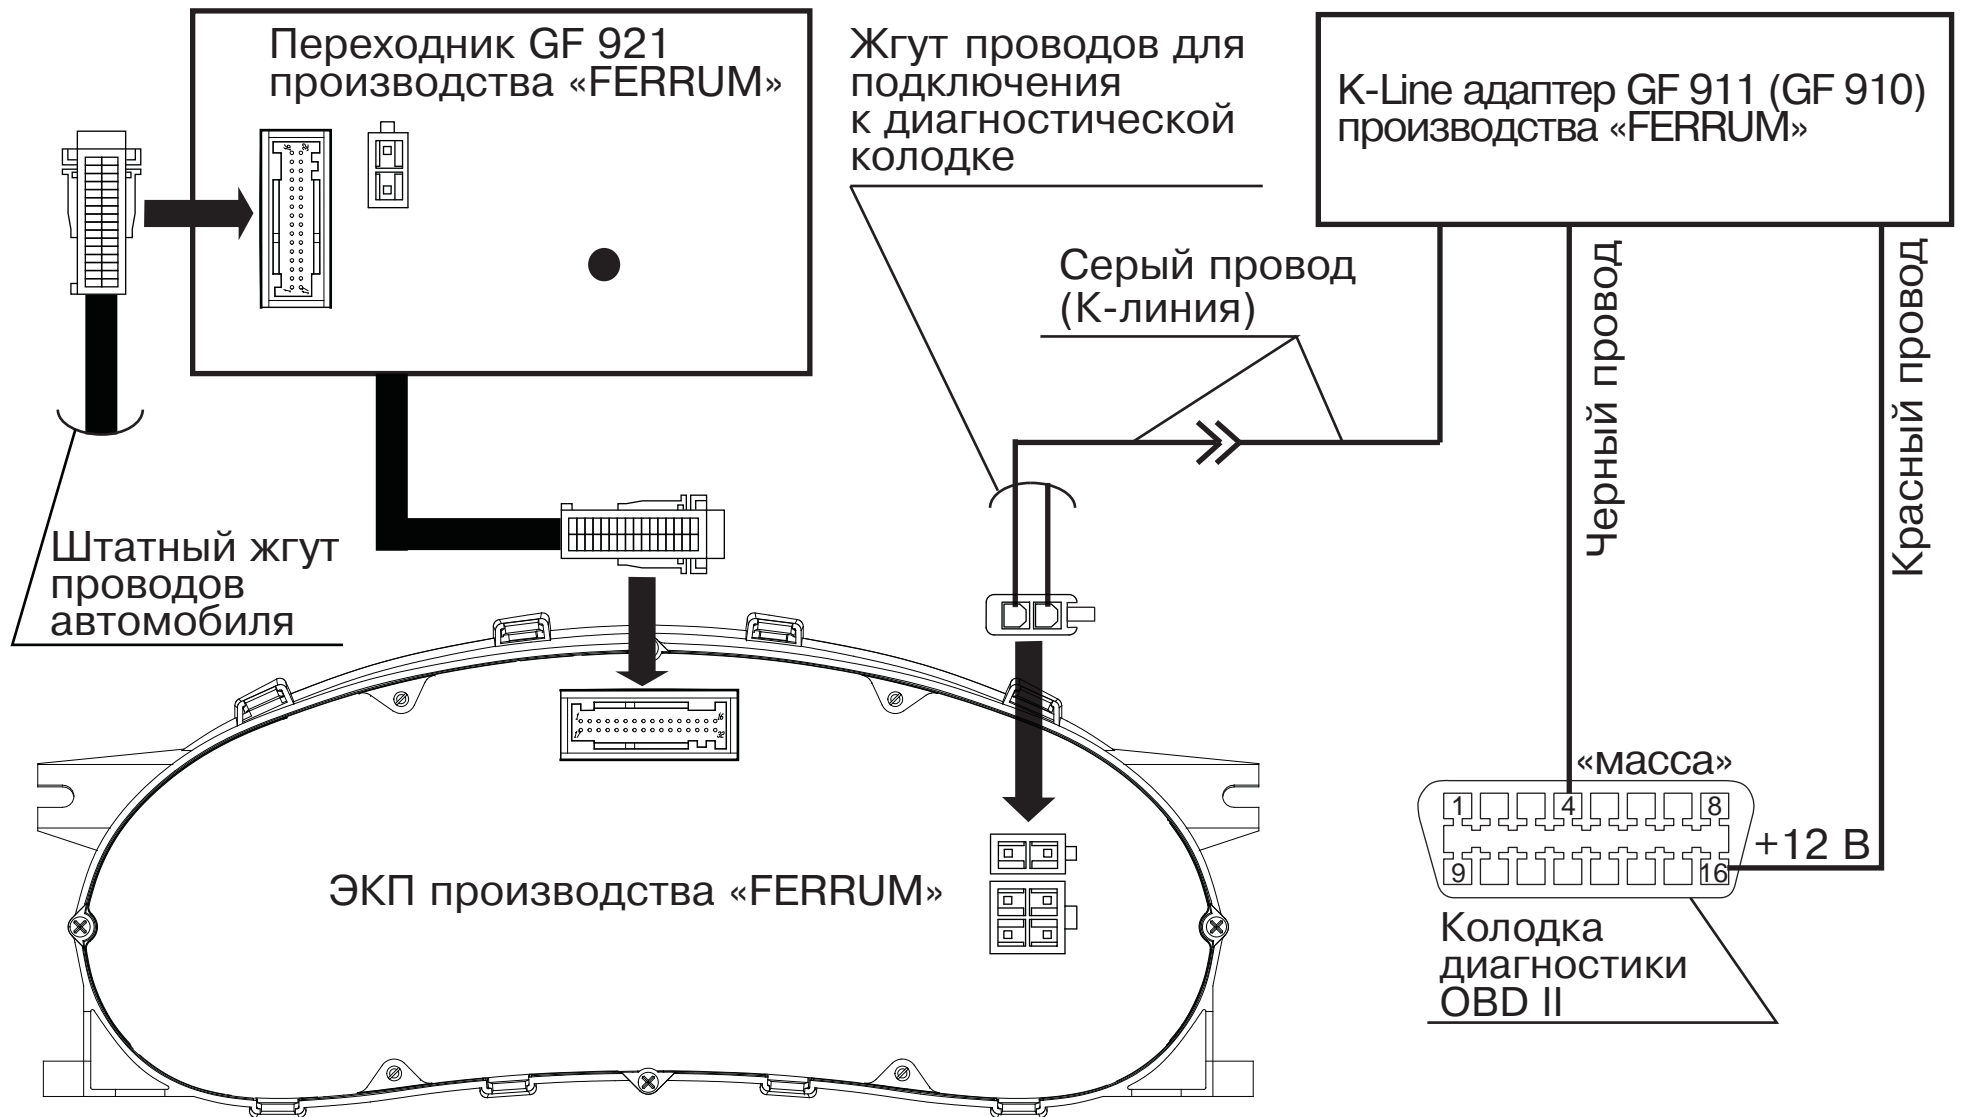

Рис.3 Схема подключения ЭКП к K-Line адаптеру GF 911 (GF 910)
7.5 Для обновления ПО самой ЭКП необходимо подключить ЭКП, отсоединить жгут проводов для подключения «K-линии» от переходника GF921, и подсоединить его к разъему ЭКП (см. Рис. 3, стр. 8). Далее следовать пунктам раздела «Обновление ПО» инструкции по эксплуатации ЭКП.